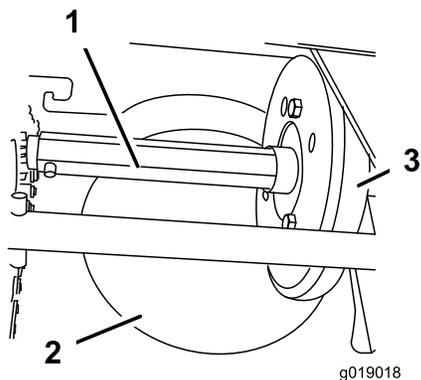

Рисунок 34
Раз в год наносите на шестигранный вал тонкий слой автомобильного двигательного масла (Рисунок 34).
**Внимание:** Не допускайте попадания масла на резиновое колесо и алюминиевый фрикционный диск привода для того, чтобы исключить проскальзывание привода тяги (Рисунок 34).